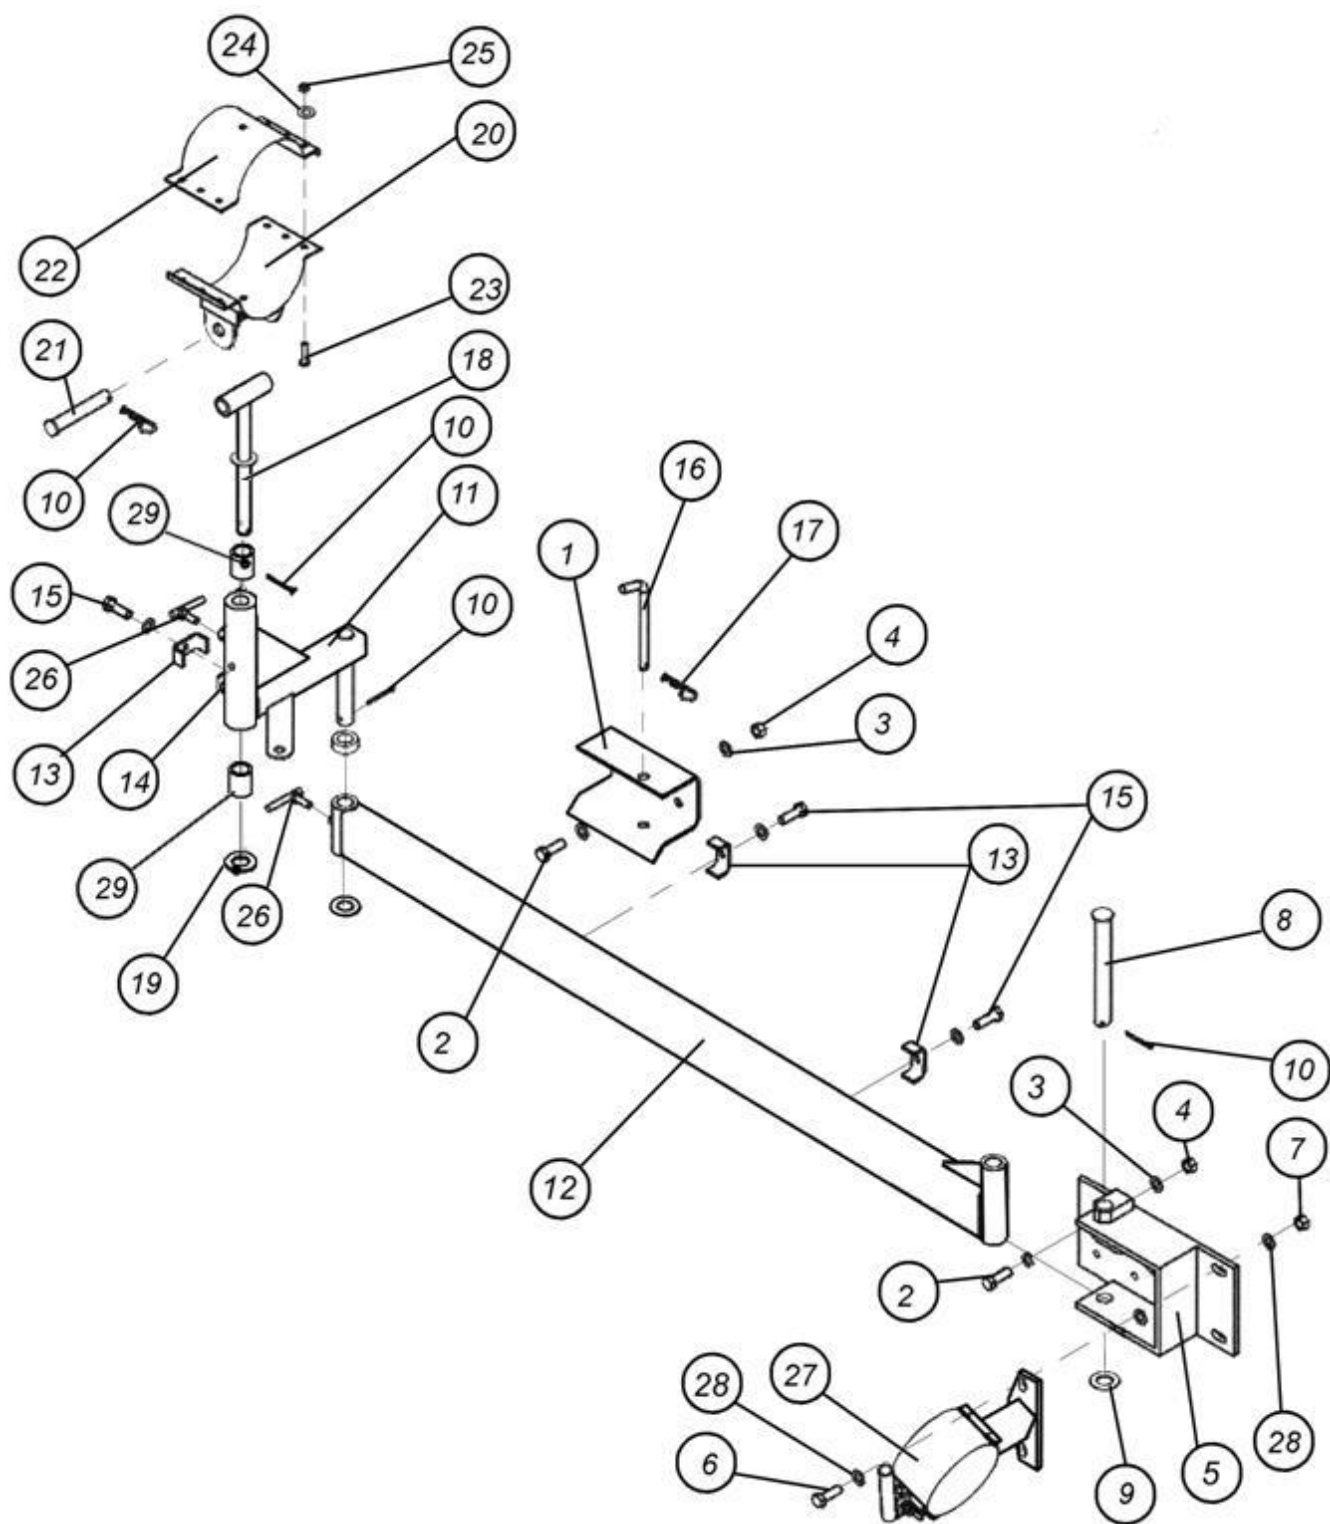

Рис. 7.2.17.1. Манипулятор шнека
7.2.17.1. Манипулятор шнека Ø224 (бункер V=10м³) (рис. 7.2.17.2)